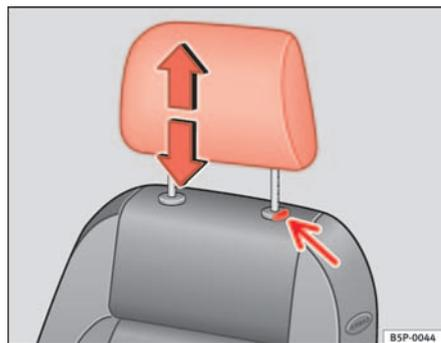

Fig. 94 Réglage ou dépose de l'appuie-tête
- Appuyez sur le bouton ⇒ fig. 94 (flèche).